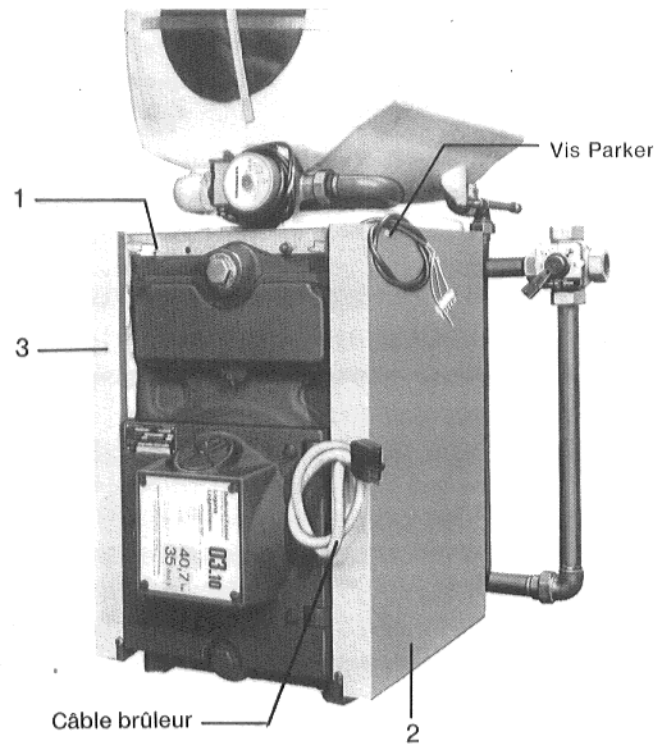

Fig. 13
Monter le **panneau latéral droit** (2) conformément à ce qui a été dit ci-dessus (voir Fig. 13).